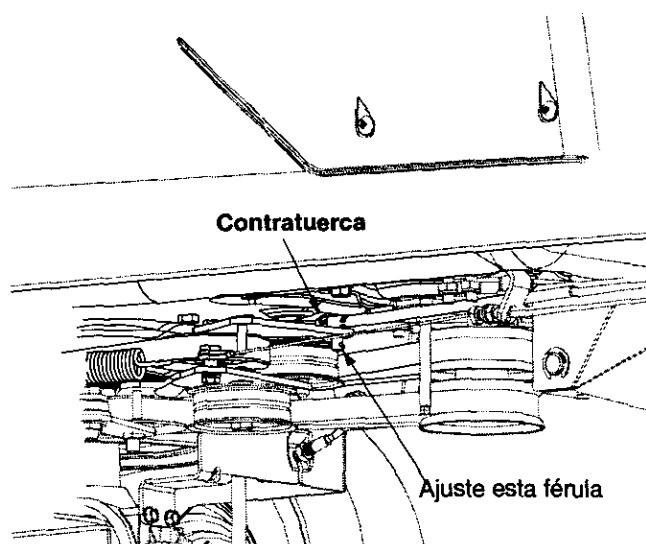

Figura 21
2. Retire la contratuerca que sujeta la férula a la barra de control de velocidad. Vea Figura 21 .
3. Si el vehículo no puede alcanzar ciertas velocidades, enrosque la barra a través de la férula hacia el frente de la cortadora, acortando la barra. Vea Figura 21 .
4. Si el vehículo arrastra la correa, enrosque la barra a través de la férula hacia la parte posterior del vehículo, aumentando la longitud de la barra. Vea Figura 21 .